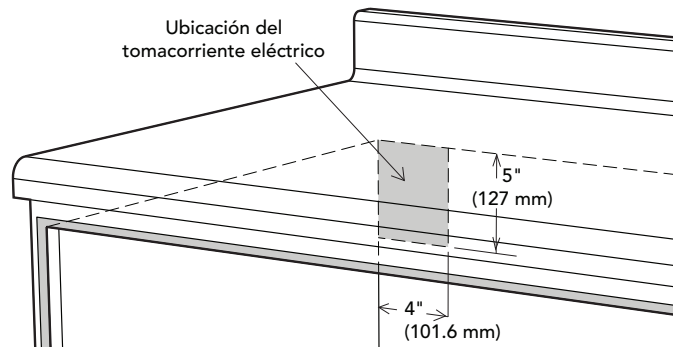

FIGURA 4
- Las dimensiones mostradas en la figura deben ser utilizadas. Las dimensiones suministradas proporcionan un espacio libre mínimo. Ubique el tomacorriente eléctrico en el área cubierta en la esquina superior izquierda del recorte. Vea la FIGURA 4.